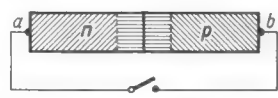

Bild 10.8. Kurzschluß der freien Enden einer Kristalldiode
3. Am schwersten zu verstehen ist wohl, daß bei einer leitenden Verbindung zwischen n- und p-Zone, wie in **Bild 10.8** gezeichnet, kein Strom fließt, obwohl zwischen beiden ein Potentialunterschied besteht. Am einfachsten ist es, sich vorzustellen, der Halbleiterkörper würde so zu einem Ring zusammengebogen, daß die Endflächen bei a und b aufeinander-
stand. Keineswegs aber würde ein Ausgleich der Potentialdifferenz stattfinden, die genauso weiterbestände. Wenn also in Bild 10.8 der gezeichnete Schalter geschlossen wird, so ersetzt der Verbindungsdraht die unmittelbare Berührung der Punkte a und b. Um diese beiden Anschlußpunkte herum bildet sich daher bei leitender Verbindung eine zweite Grenzschicht in zwei Teilen aus. Ein Potentialausgleich erfolgt nicht.